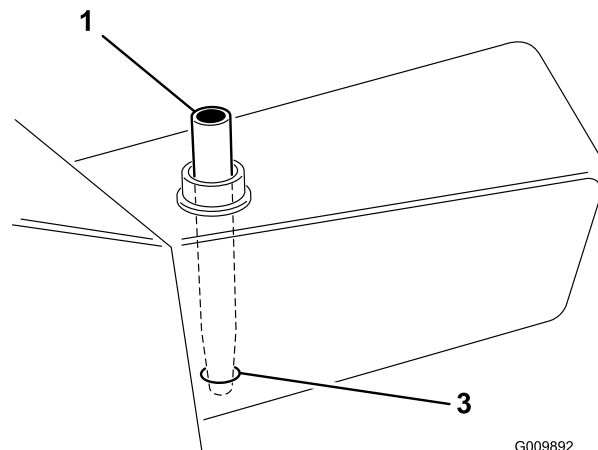

Figura 60
2. Se apenas o filtro precisar de ser trocado, retire a tampa do reservatório e insira o tampão do reservatório (Figura 60) para bloquear a saída. Isto vai reter a maior parte do fluido dentro do reservatório quando o filtro for retirado.